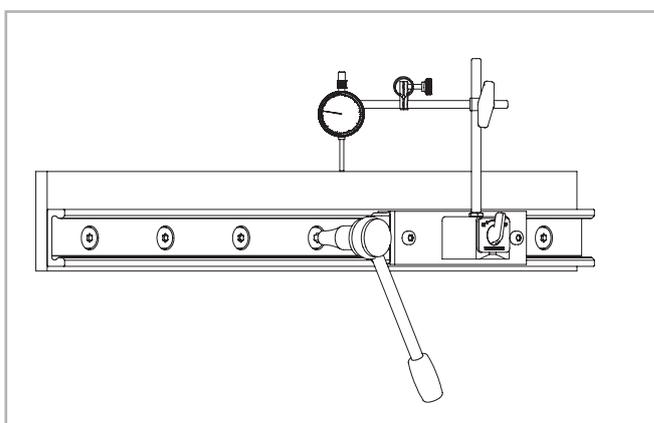

Fig. 68
(2) Monte um comparador no carro de modo que possa fazer a medição do desalinhamento da guia relativamente a uma linha de referência. Posicione agora o carro no meio da guia e ponha o contador em zero. Faça avançar e recuar o carro dois intervalos entre os furos respectivamente e realize assim o alinhamento cuidadoso da guia. Aperte os três parafusos médios deste setor com o momento de aperto recomendado para tanto, ver pág. fig. 68.